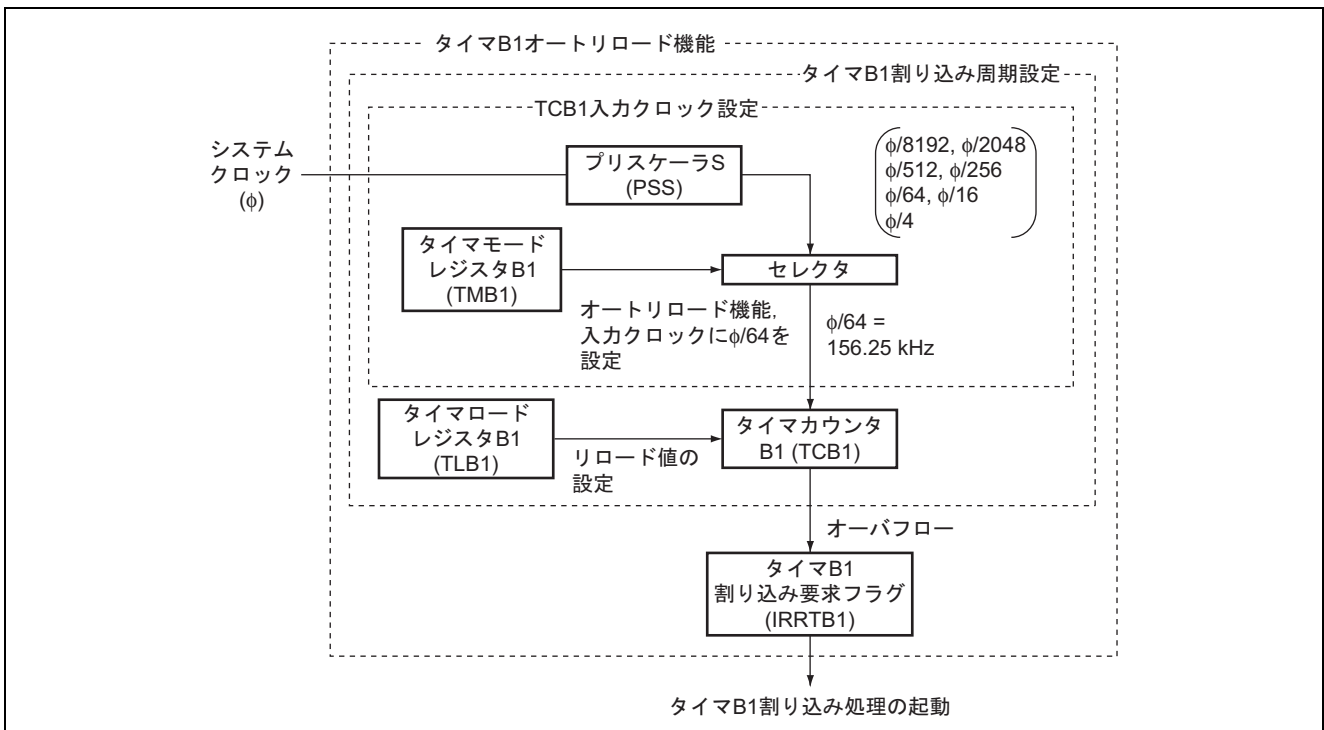

図 1 タイマ B1 オートリロード機能ブロック図
- (a) 図 1 にタイマ B1 オートリロード機能のブロック図を示します。以下にタイマ B1 オートリロード機能のブロック図について説明します。